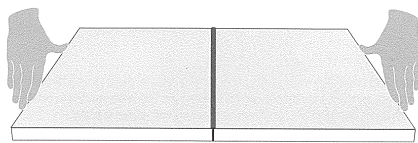

fig. 18
- De te verlijmen delen samenvoegen (werkwijze : zie onder punt 7.3.) (fig. 18)